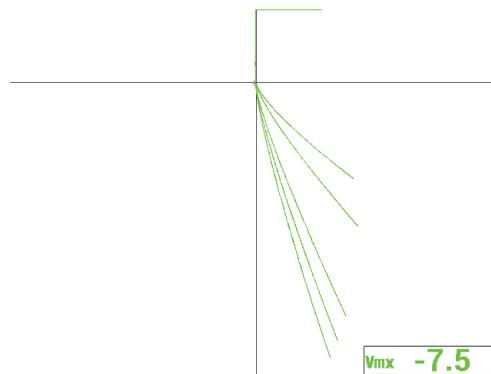

Figura 5-77 Visualizzazione dell'effetto della conduttività e della permeabilità magnetica
11. Premere il tasto FULL NEXT (→) per passare alla modalità a schermo intero ed in seguito posizionare la sonda su ogni campione per visualizzare l'effetto della conduttività e della permeabilità magnetica del diagramma d'impedenza (vedere Figura 5-77 a pagina 194).